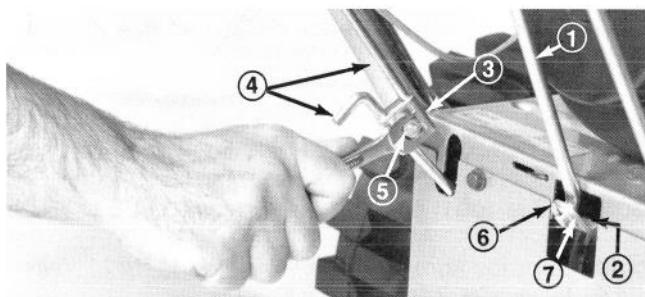

Figure 2
3. Sortez complètement le bras du selecteur de vitesse et mettez la manette de la plaque de commande en position R pour faciliter le montage (Fig. 2).
4. Installez la tringle du sélecteur de vitesse dans le bras du sélecteur de vitesse et fixez-la avec une rondelle plate et une goupille fendue (Fig. 2).
**Remarque:** Assurez-vous que la tige inférieure soit en dessous de la tige supérieure avant de serrer l'écrou de blocage (Fig. 2).